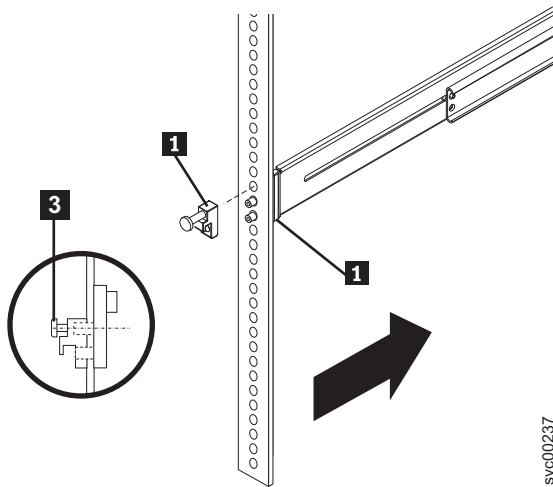

図 45. スライド・レール前面からのラッチ受け座の取り外し
1. 左側背面の取り付け用フランジから、図 45 に示すように、拘束ねじ **3** およびラッチ受け座 **1** を緩めて外し、スライド・レール **2** を解放します。同じ方法で、右側背面の取り付け用フランジから拘束ねじを緩めて外し、もう一方のスライド・レールを解放します。